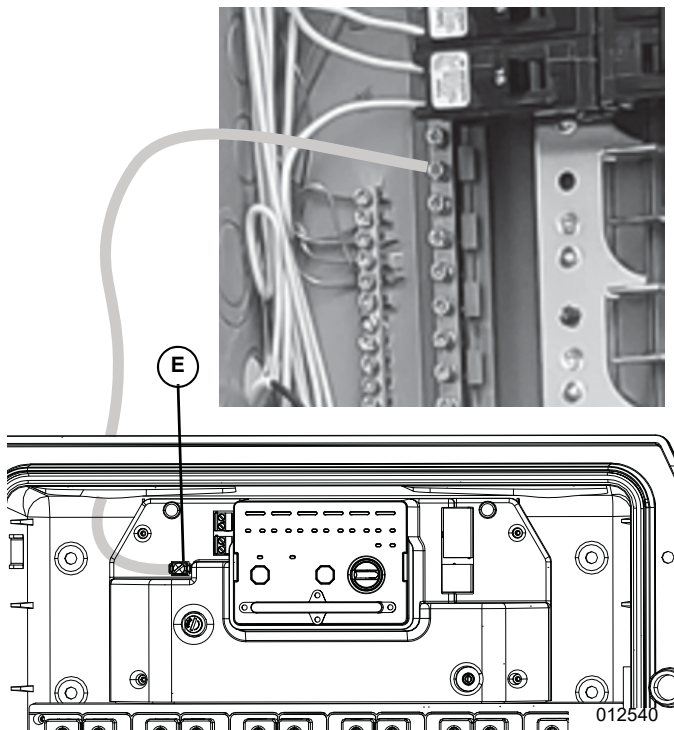

Figure 3-5. Cosse de neutre
Voir **Figure 3-5**. Tirer un conducteur de neutre (14 AWG) entre la barre de neutre du tableau électrique et la cosse de neutre (E) de l'appareil. Serrer la cosse à un couple de **25 po-lb** (3 Nm).